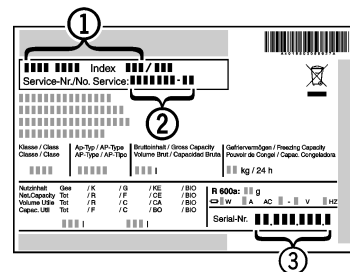

Fig. 12
- ▶ Consulter la désignation de l'appareil Fig. 12 (1), le N° de service Fig. 12 (2) et le N° de fabrication Fig. 12 (3) sur la plaque signalétique. La plaque signalétique se trouve à l'intérieur de l'appareil, sur le côté gauche.
- ▶ Informer le service après-vente et lui communiquer l'erreur, la désignation de l'appareil Fig. 12 (1), le N° de service Fig. 12 (2) et le N° de fabrication Fig. 12 (3).